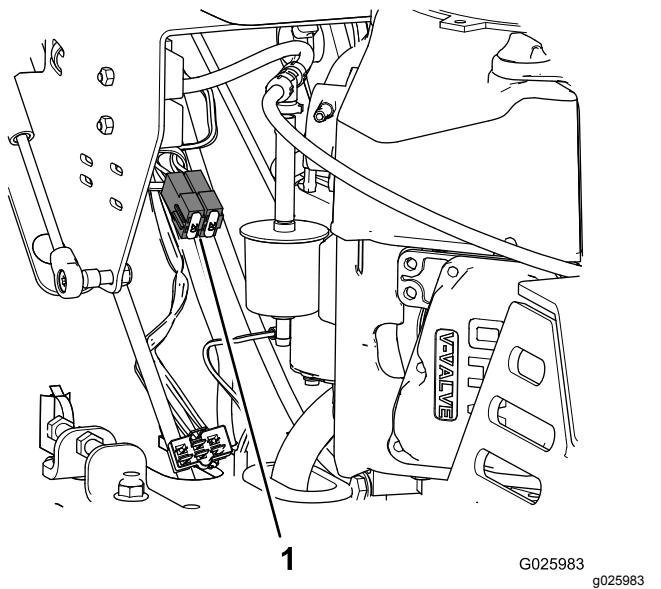

Figure 50
- Sortez le fusible de son emplacement dans le porte-fusibles (Figure 50).
- Insérez un fusible de même type et de même intensité dans l'emplacement dans le porte-fusibles (Figure 50).